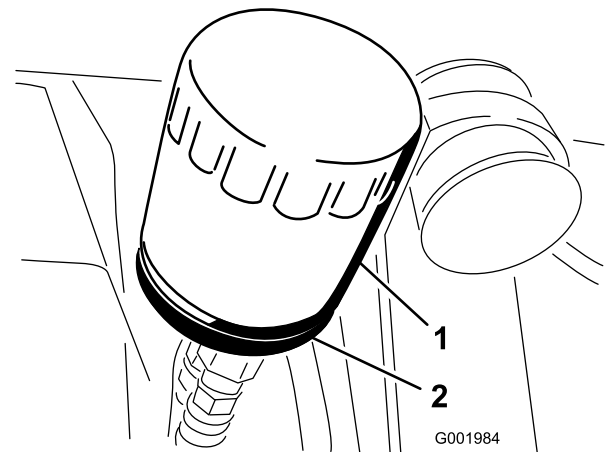

Bild 47
2. Entfernen Sie den Ölfilter (Bild 47).
Sie ihn dann um eine weitere 1/2 Umdrehung fester (Bild 47).